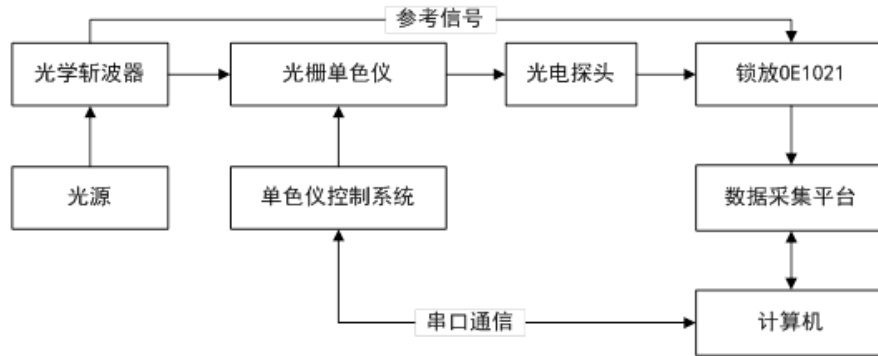

图99. 光谱测量平台示意图
3. 搭建起光谱测量平台，并用一条带 BNC 接头的信号线连接光电探头的输出接口和 OE2041 前面板 SIGNAL IN 的 A 接口；用另一条带 BNC 接头的信号线连接光学斩波器的同步频率信号输出接口 Sync out f1 和 OE2041 前面板的 REF IN 接口；用一条带 BNC 接头的信号线连接 OE2041 前面板的 CH1 接口和数据采集平台，示意图如图 99 所示：